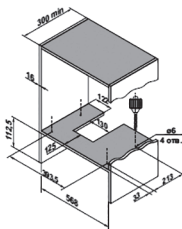

Рис. 2
2. Просверлите отверстия в шкафу согласно эскизу. (Рис. 2)